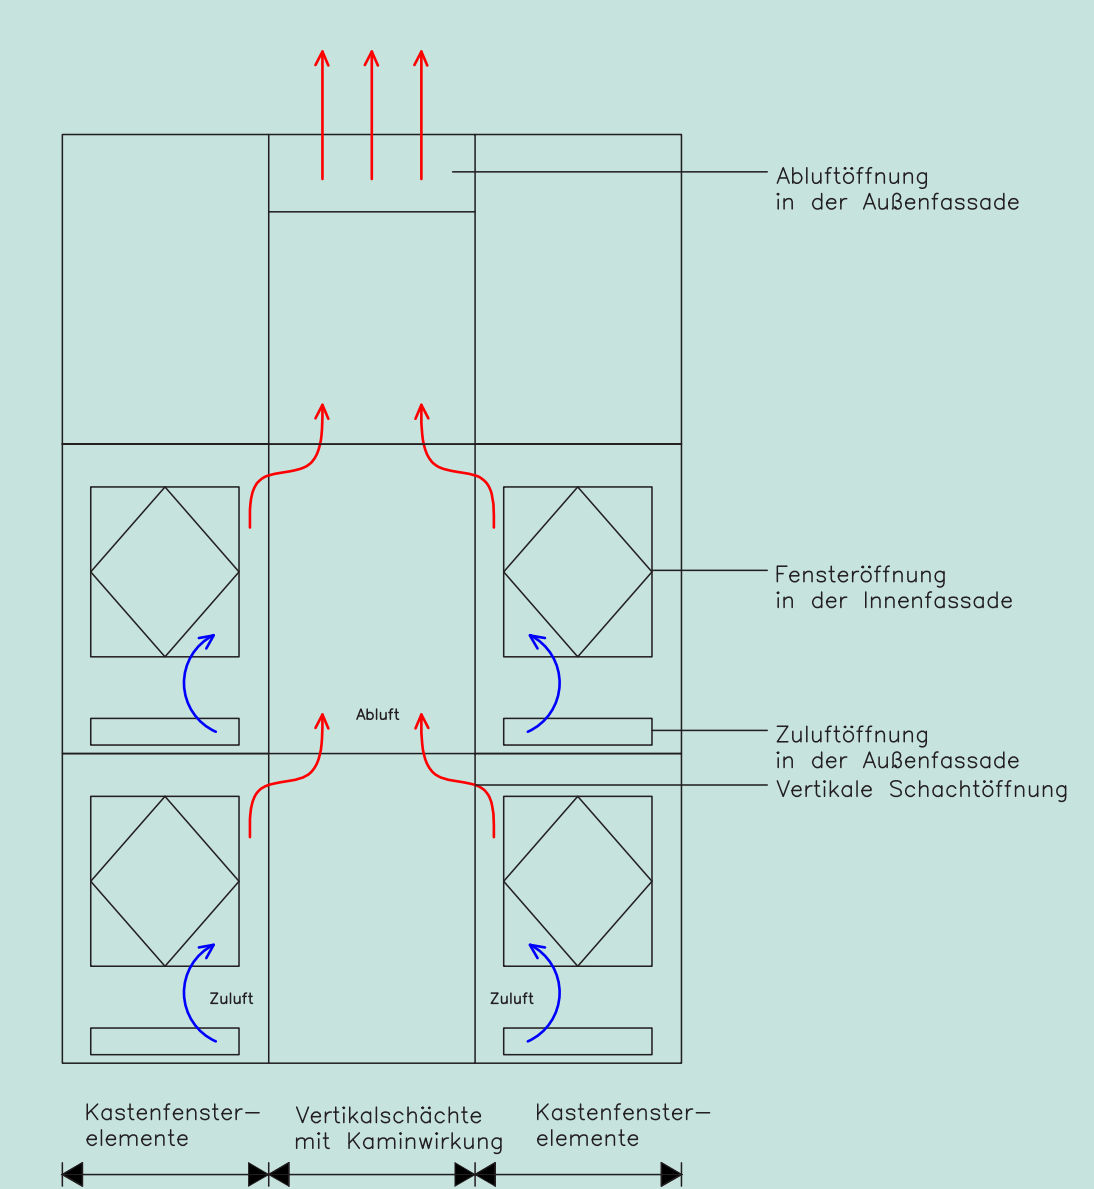

Abb. 13 - Lüftungsprinzip einer Schacht-Kasten-Fassade
- 2) **Schacht-Kasten-Fassaden** (Abb. 13, 14)